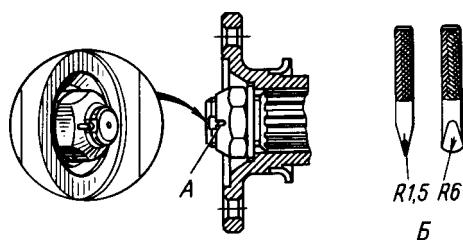

Рис. 7.12. Стопорение гайки изгибом ее кромки в паз вала и профиль инструмента:
6. Затяните гайки 21 и 26 крутящим моментом 140 - 200 Н·м (14 - 20 кгс·м) и застопорите их изгибом кромки в паз вала с помощью кернера, как показано на рис. 7.12.
3. Наденьте на шлицы вала привода заднего моста фланец, шайбу, затяните гайку крепящим моментом 140-200 Н · м (14-20 кгс · м) и застопорите ее изгибом кромки в паз вала с помощью кернера (см. рис. 7.12).
6. Наденьте на шлицы вала привода переднего моста фланец, шайбу, затяните гайку крепящим моментом 140-200 Н · м (14-20 кгс · м) и застопорите ее, изогнув кромку гайки в паз вала (см. рис. 7.12).